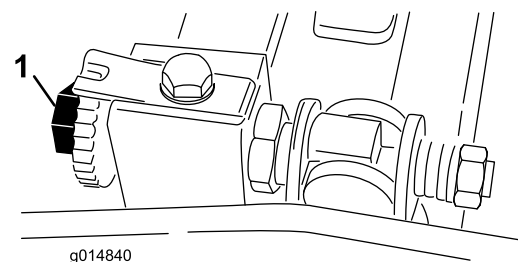

Figura 46
3. Gire el molinete hasta que una cuchilla cruce el filo de la contracuchilla entre la cabeza del primer tornillo de la contracuchilla y la cabeza del segundo tornillo, en el lado derecho de la unidad de corte (Figura 46).
6. Gire el tornillo de ajuste derecho de la barra de asiento hasta que note una ligera presión (resistencia) en el suplemento al moverlo de un lado a otro (Figura 46).